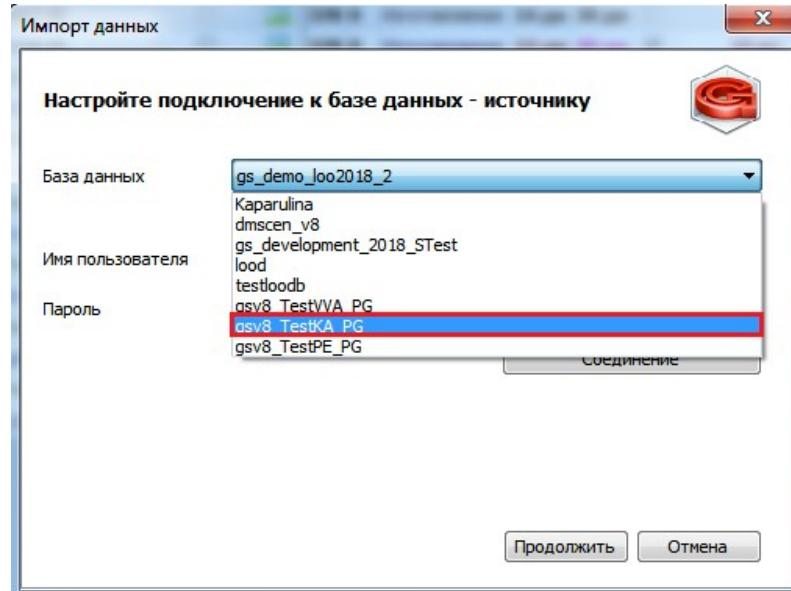

Рисунок 247: Пример выбора эталонной БД из выпадающего списка
- 2.1 В поле «База данных» указать эталонную базу данных (эта та эталонная БД, из которой справочники будут выгружаться), выбрав её из выпадающего списка (рис. 247).